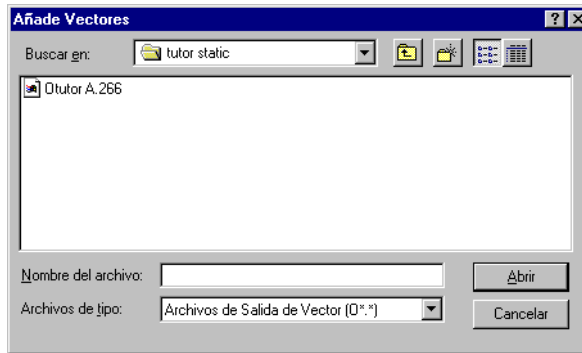

Figura 14.6. Seleccionando un Archivo-O
13. En **Añadir Vectores**, Figura 14.6, selecciones el directorio **Tutor Static** y destaque el archivo-O.
17. Seleccione el archivo-O, y haga click en **Abrir** para agregar el archivo-O con los vectores cinemáticos al proyecto (Figura 14.6).